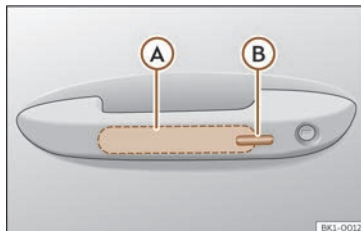

Abb. 77 Türgriff: Sensorflächen.
>>> (Abb. 77)
- Berühren Sie die auf der Außenseite des Türgriffs befindliche Sensorfläche >>> (Abb. 77)
- Berühren Sie innerhalb von 5 Sekunden einmal die auf der Außenseite des Türgriffs befindliche Sensorfläche >>> **(Abb. 77) ⑧**. Ergreifen Sie dabei nicht den Türgriff. Das System Keyless Access ist jetzt vorübergehend deaktiviert.
- Überprüfen Sie die Deaktivierung, indem Sie nach Ablauf von mindestens 10 Sekunden am Türgriff ziehen. Die Tür sollte sich nicht öffnen. Beim nächsten Mal kann das Fahrzeug nur elektronisch mit dem Fahrzeugschlüssel entriegelt werden. Im Anschluss an die nächste Entriegelung ist das System Keyless Access erneut aktiviert >>> ①.